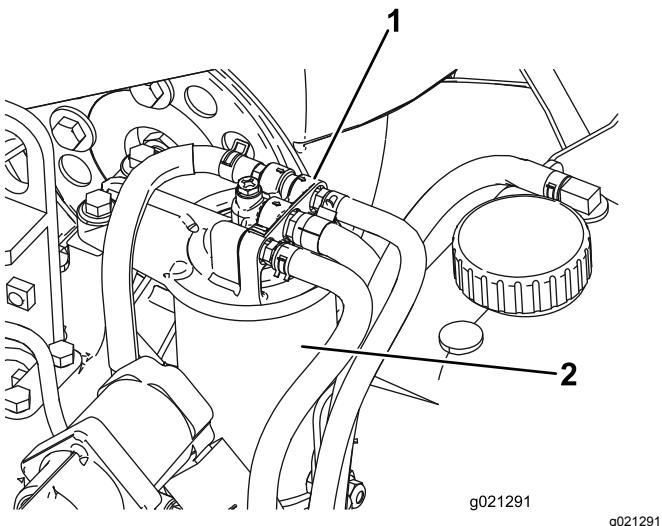

Figura 96
1. Limpie la zona alrededor de la cabeza del filtro de combustible (Figura 96).
2. Retire el filtro y límpie la superficie de montaje de la cabeza del filtro (Figura 96).